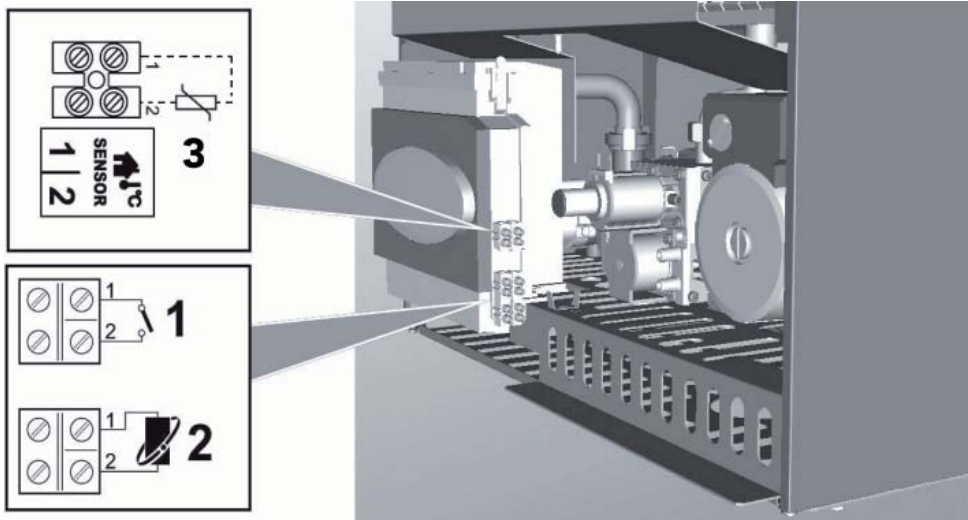
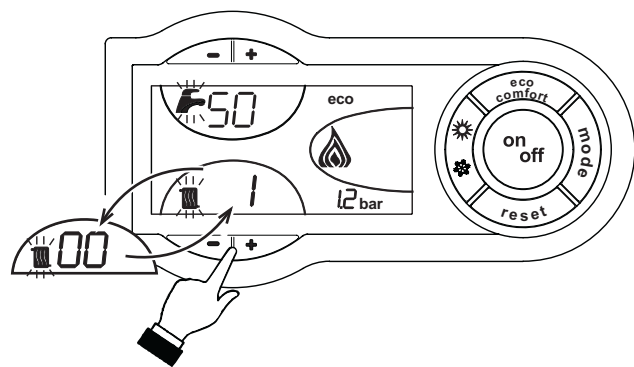

Abb. 19 - Anschlusssituation
Abb. 22 - TESTBETRIEB (Heizleistung = 100%)
Nach Abnehmen der vorderen Kesselverkleidung (siehe Abb. 22) hat man Zugang zur Klemmenleiste für den Anschluss des Außentemperaturfühlers (Pos. 3 Abb. 19), des Raumthermostats (Pos. 1 Abb. 19) oder des OT-Reglers (Pos. 2 Abb. 19). Der Raumthermostat oder der OT-Regler werden an die gleichen Klemmpositionen angeschlossen, die Geräteelektronik erkennt selbstständig, welche der beiden Varianten vorliegt. Die werkseitig montierte Steckbrücke muss bei Anschluss einer Regelung entfernt werden.
- Die Therme im Testbetrieb Abb. 22 laufen lassen.